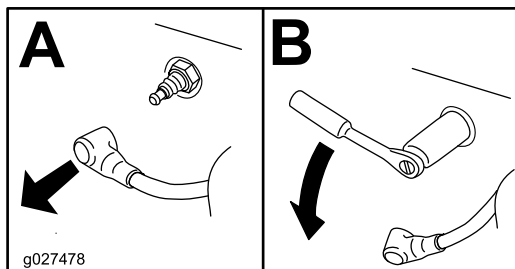

Figure 43
4. Localisez et déposez la ou les bougies, comme montré à la Figure 43.